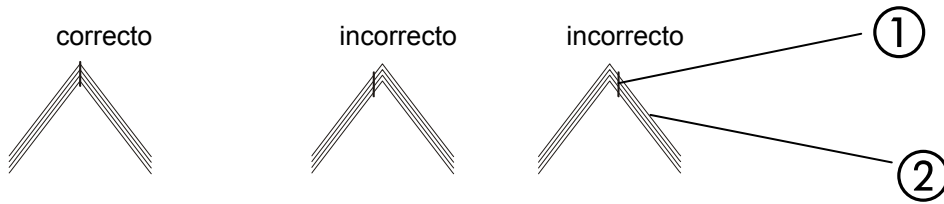

Fig. 17
Las piezas de centrado sólo se emplean en un cosido en U. Sirven para el posicionamiento exacto de la grapa adhesiva ① en el centro de plegado del arco ② (- comp. Fig. 17 -)